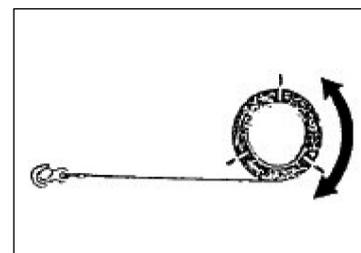

Figura 14. Almacenamiento de los cables
- Almacenar el cable enrollándolo o desenrollándolo plano de manera rectilínea evitando hacerlo oblicuamente. Ver figura 14.